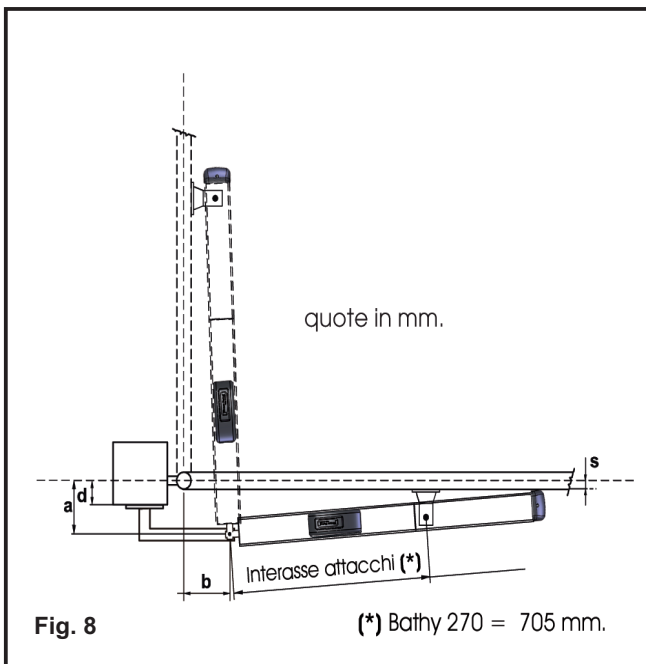

Fig. 8
3.3. FISSAGGIO ATTUATORE **BATHY** CON APERTURA CANCELLO VERSO L'ESTERNO (fig. 8)